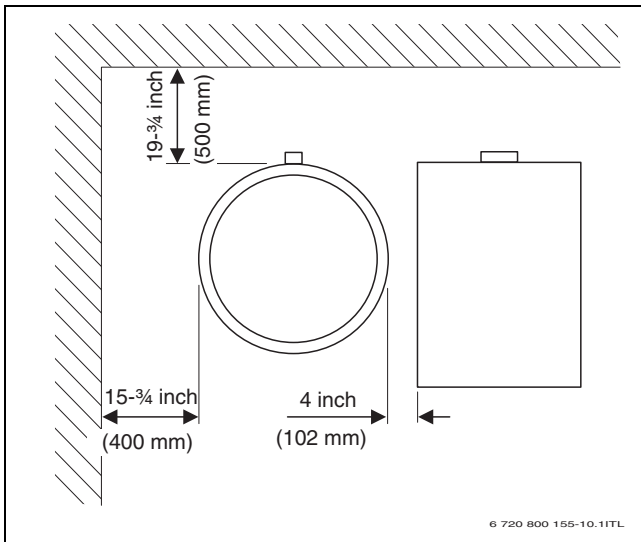

Fig. 7 Distances minimales recommandées par rapport aux murs
- ▶ Respecter la hauteur minimale de la pièce (→ tabl. 6, page 25) et les distances minimales par rapport aux murs dans le local d'installation (→ fig. 7, page 27).